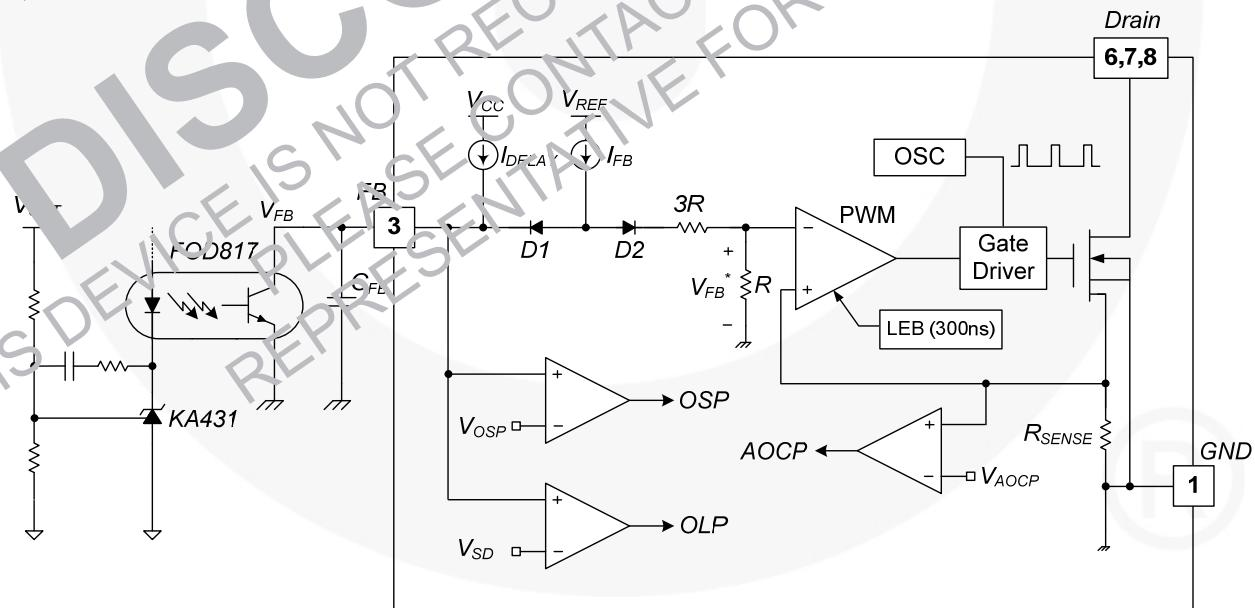

图 19. 脉宽调制 (PWM) 电路
3. 反馈控制：该器件采用电流模式控制，如图 19. 所示。通常使用光电耦合器（如 FOD817）和电压调节器（如 KA431）来实现反馈网络。通过比较反馈电压与 R_{SENSE} 电阻两端的电压，可实现开关占空比的控制。当电压调节器的参考引脚电压超过内部参考电压 2.5V 时，光电耦合器 LED 电流增大，拉低反馈电压，并减小漏电流。这种情况通常在输入电压提高或输出负载降低时发生。
3.1 逐脉冲限流：由于采用电流模式控制，通过 SenseFET 的峰值电流受限于 PWM 比较器的反相输入 (V_{FB}^*)，如图 19. 所示。假定 90% 的电流源仅流经内部电阻器 ($3R + R = 27 \text{ k}\Omega$)，二极管 D2 的阴极电压大约为 2.5V。由于当反馈电压 (V_{FB}) 超过 2.5V 时，D1 受阻，D2 最大阴极电压被锁定于此之上。因此，通过 SenseFET 的电流峰值受到限制。